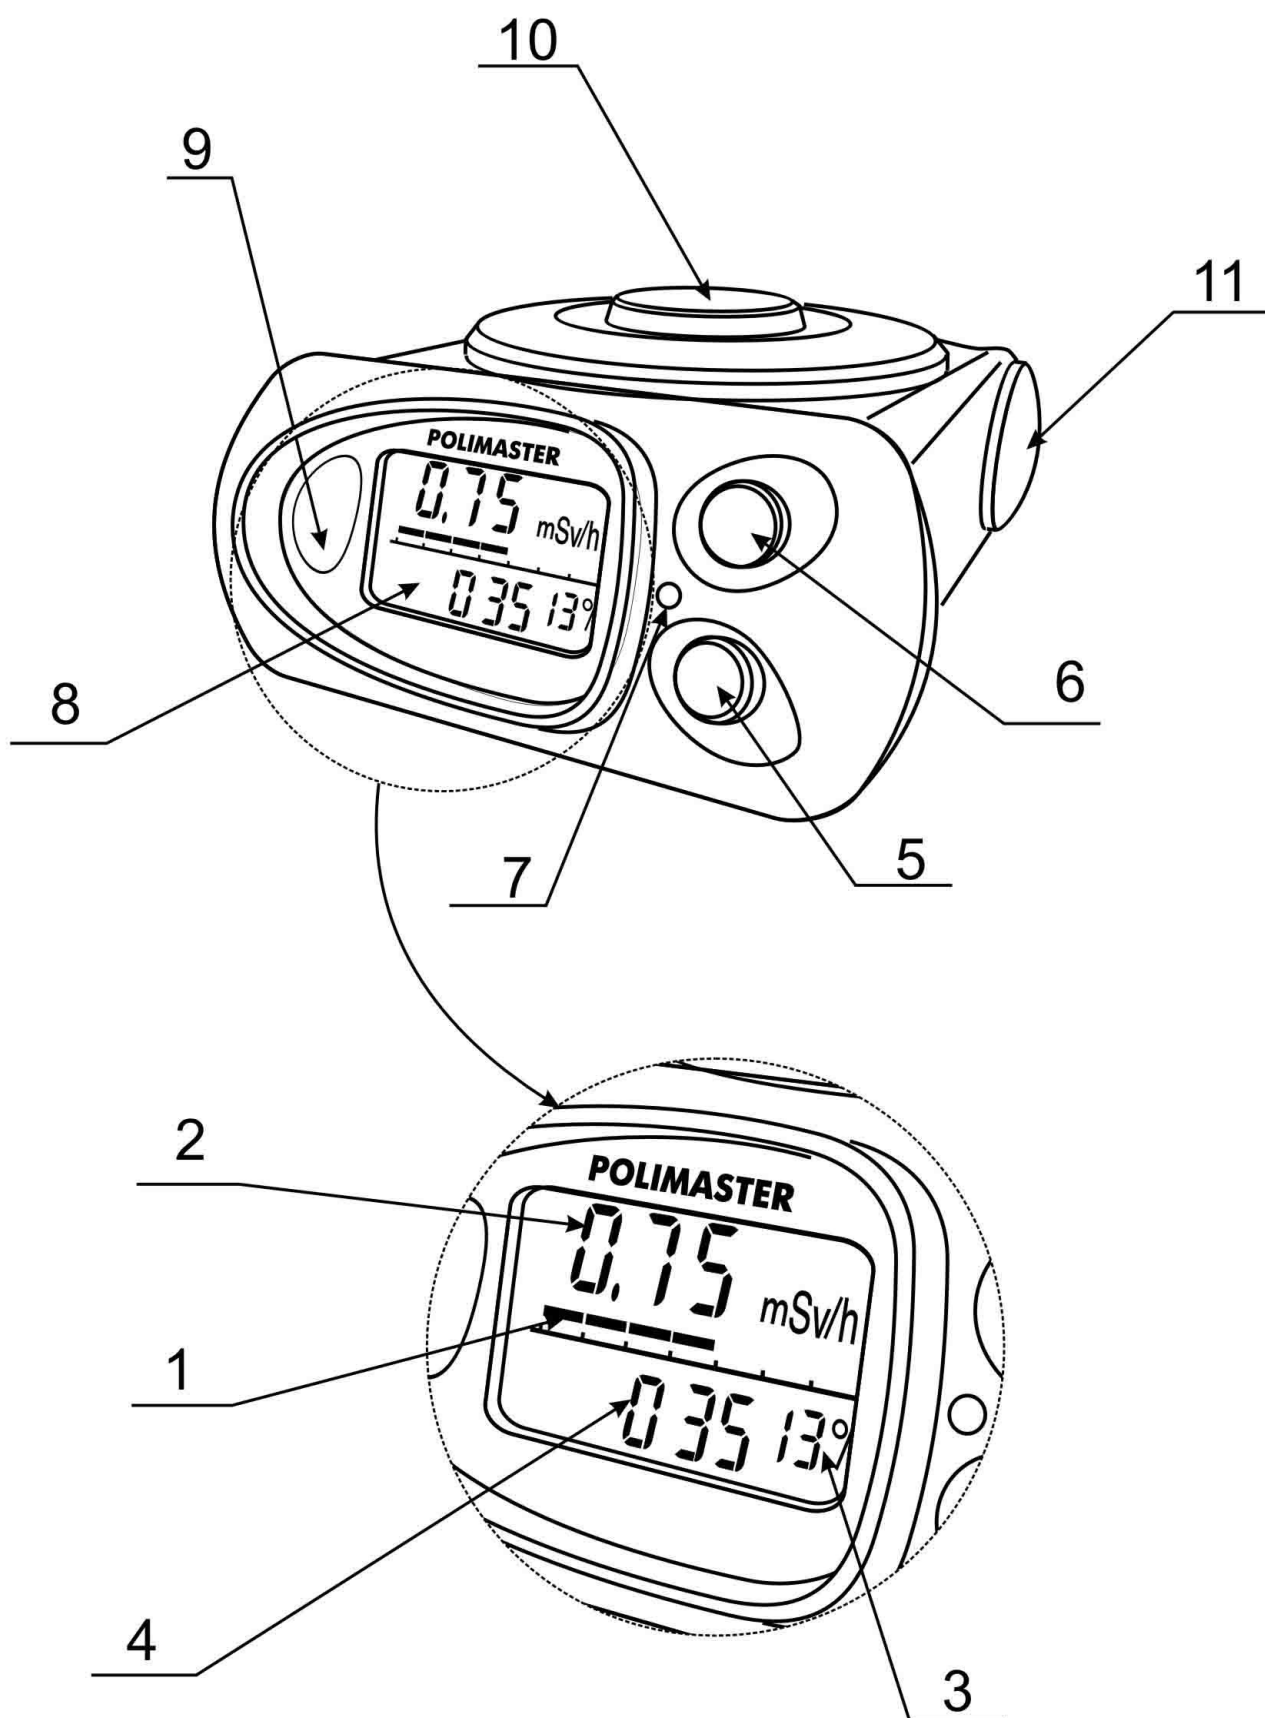

Рисунок 1.2 – Общий вид дозиметра
На цифровом табло (2), рисунок 1.2 – вывод значений МЭД.
На цифровом табло (2), рисунок 1.2 – вывод значений ЭД.
На цифровом табло (2), рисунок 1.2 - номер дозиметра.
В режиме ЭД возможна индикация (рисунок 1.2 табло (3) и (4)) значений оставшегося времени нахождения на рабочем месте в зависимости от текущих измеренных значений МЭД и ЭД. Расчет времени производится дозиметром по отношению к установленному второму порогу по ЭД (функция может быть включена при конфигурации режима измерения ЭД).